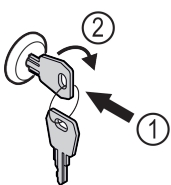

Fig. 177
- ▶ Zatlačte kľúč Fig. 177 (1).
- ▶ Otočte kľúč o 90° v smere hodinových ručičiek Fig. 177 (2).